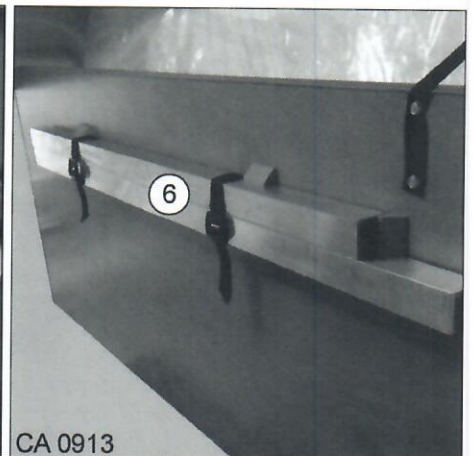

Abb. 20 Halterung Vierkantrrohr
4. Vierkantrrohr (Abb. 20, Pos. 6) ausstecken und an die Unterseite des Bettgestells befestigen.